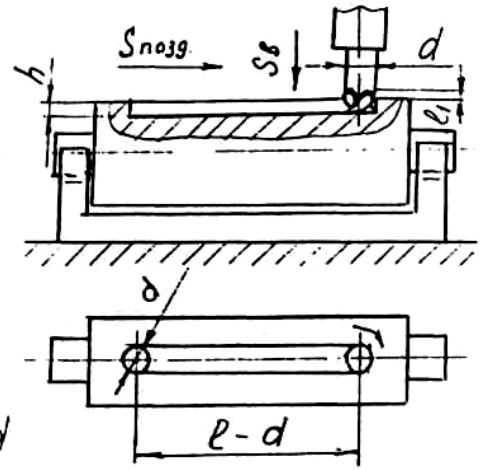

Рис.1.5 Схема фрезерування канавки закритої з двох боків
4.1.4 Вибрати вимірювальний інструмент ширину паза вимірюємо листовим калібром [1, с. 219. Рис.1.5г]; глибину вимірюємо штангеглибиноміром.